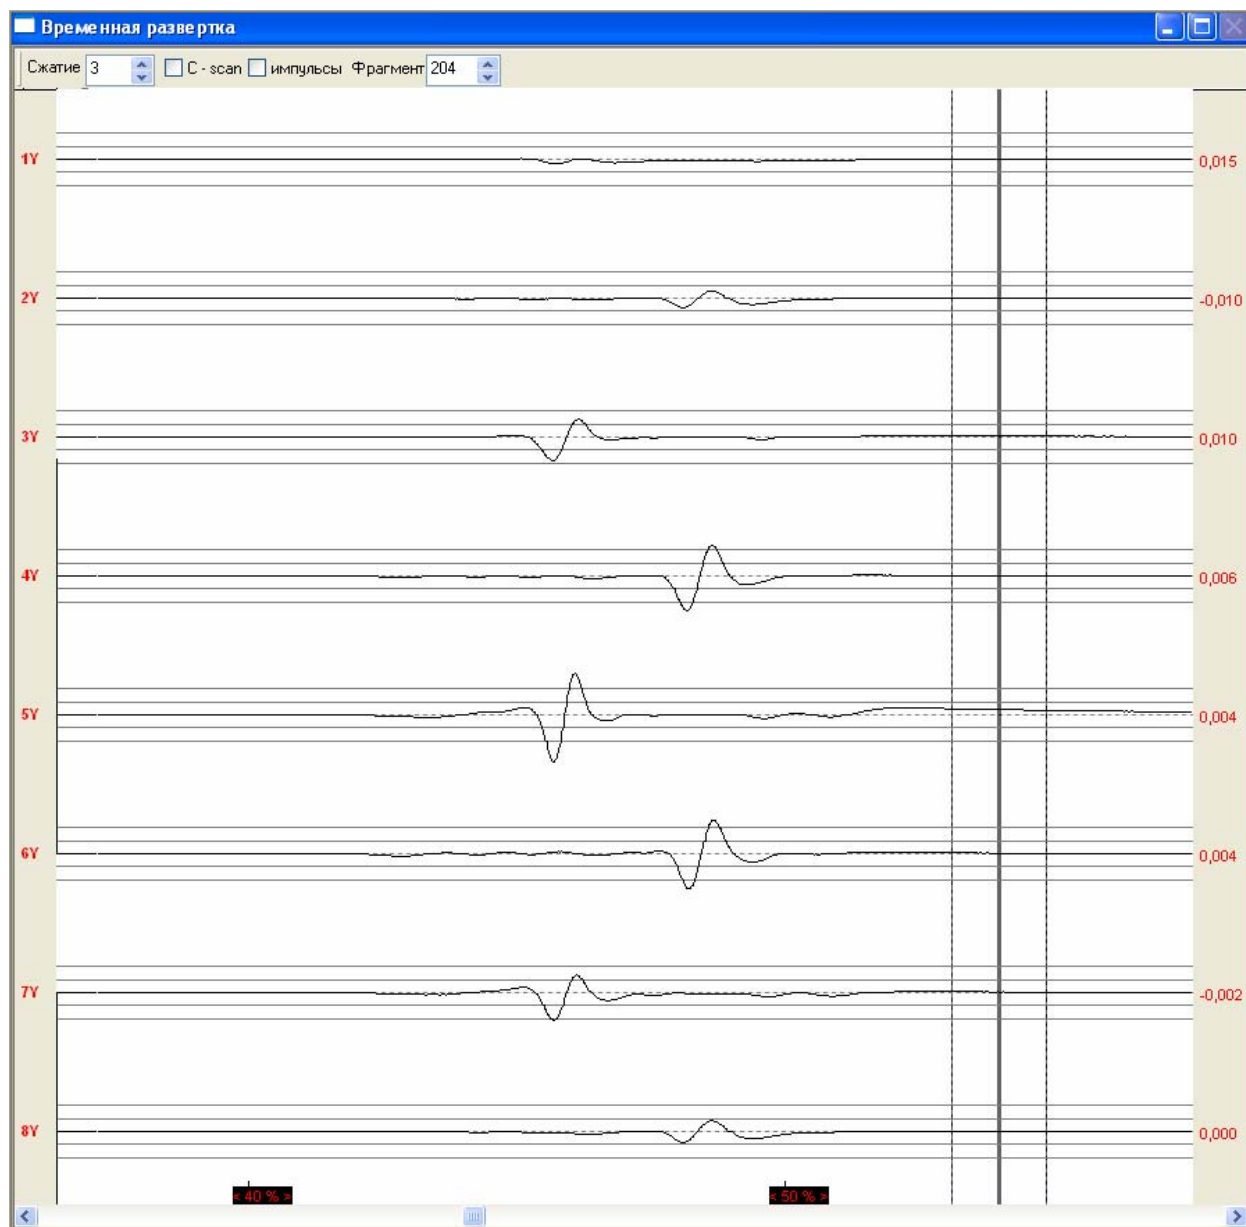

Рис.18
5.3.6. Окно **Временная развертка** (рис. 18) служит для отображения сигналов в виде временных зависимостей.